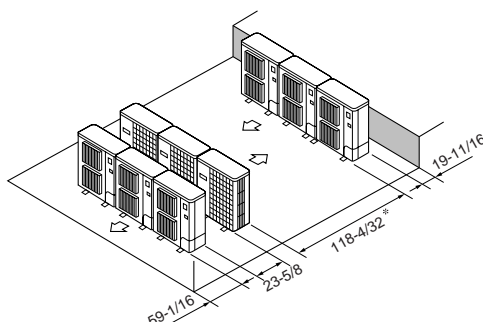

Fig. 2-13
- ⑥ Disposición en paralelo de varias unidades (Fig. 2-13)